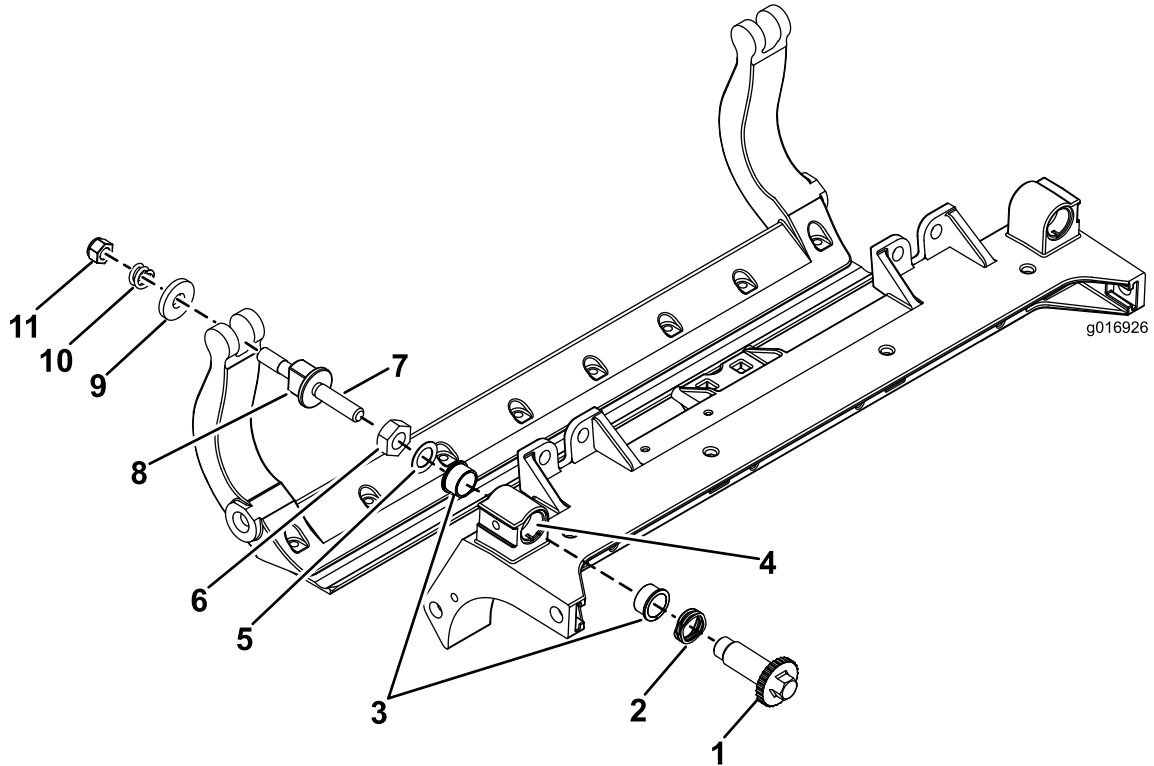

Figure 37
1. Déposez toutes les pièces (voir les *Instructions d'installation* du kit DPA renforcé, modèle n° 120-7230 et Figure 37).
2. Appliquez du produit antigrippant à l'intérieur du logement des bagues sur le bâti porteur du plateau de coupe (Figure 37).
3. Alignez les clavettes des bagues à embase sur les fentes dans le cadre, et mettez les bagues en place (Figure 37).
4. Posez une rondelle ondulée sur l'axe de réglage et insérez l'axe dans les bagues à embase sur le cadre de l'unité de coupe (Figure 37).
5. Fixez l'axe de réglage avec une rondelle plate et un contre-écrou (Figure 37). Serrez le contre-écrou à un couple de 20 à 27 N·m.
Remarque: Placez une rondelle en nylon de chaque côté du bossage de la plaque latérale. Placez une rondelle en acier à l'extérieur de chaque rondelle en nylon (Figure 37).
11. Serrez l'écrou sur chaque vis de réglage de la barre d'appui jusqu'à ce que le ressort de compression soit complètement comprimé, puis desserrez l'écrou de $\frac{1}{2}$ tour (Figure 37).